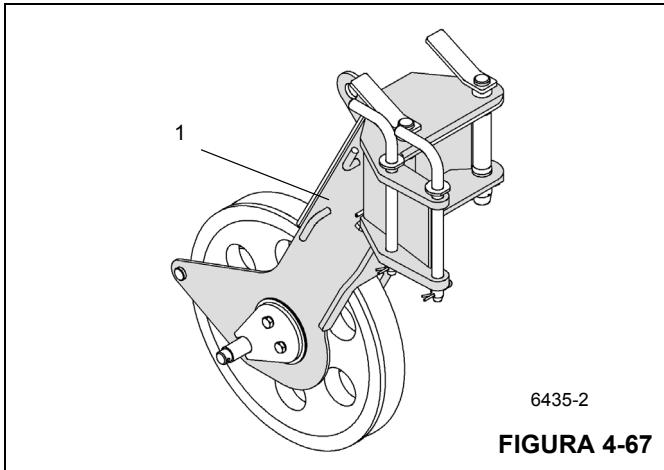

FIGURA 4-67
El número de serie (1) está en una placa, en la parte delantera de la punta de la pluma de polea única auxiliar (Figura 4-67).